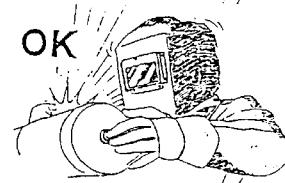

рис.2
- Никогда, ни при каких обстоятельствах не смотрите на вспышку электрической дуги без соответствующей защиты для глаз (Рис.2).